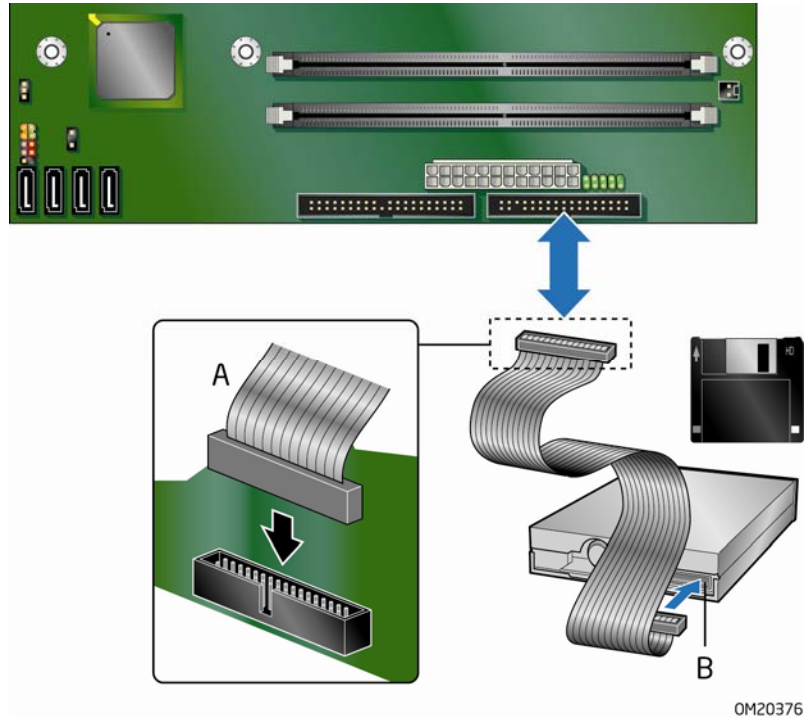

图 18. 连接软盘驱动器电缆
2. 将电缆贴有 P1 标签一端连接到英特尔台式机主板上的软盘驱动器连接器（图 18 中的 A）上。
3. 将电缆贴有 P2 标签的一端连接到软盘驱动器（图 18 中的 B）上。